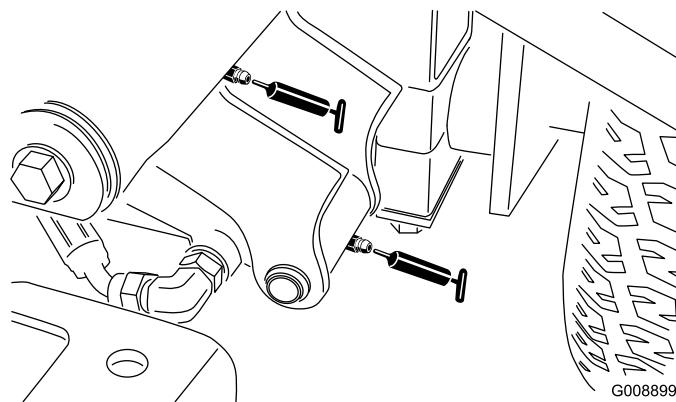

Figure 36
- Pivot de bras de relevage avant gauche et vérin de relevage (2) (Figure 36)